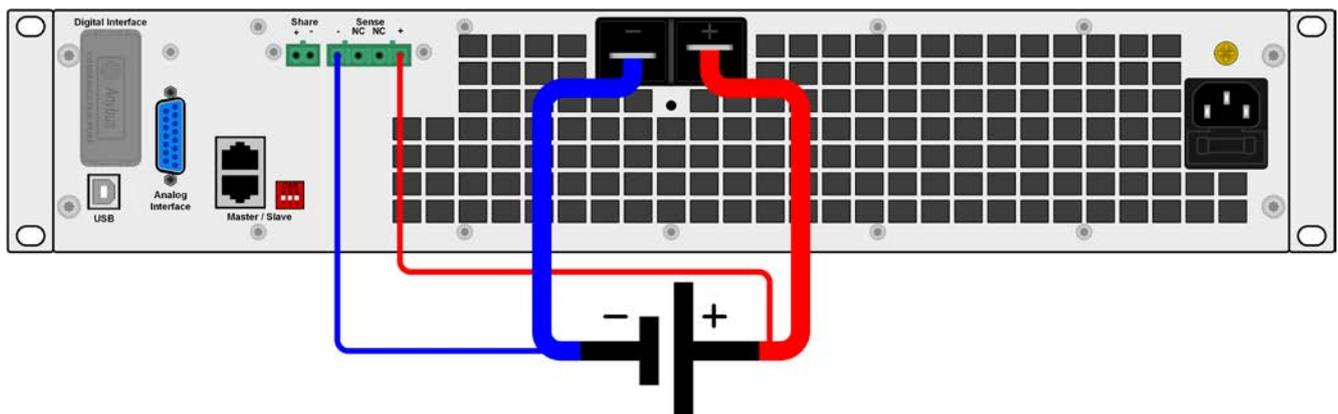

Imagen 7 - Principio del cableado de detección remota
- *La detección remota es solo eficaz durante un funcionamiento de tensión constante (CV) y para otros modos de regulación, la entrada de detección se debe desconectar en la medida de lo posible porque conectarla generalmente incrementa la tendencia a la oscilación*
- *Los cables de detección se debe conectar del polo + al polo + y del - al - en la fuente o la entrada de detección de la carga podría resultar dañada. Véase un ejemplo Imagen 7 a continuación.*